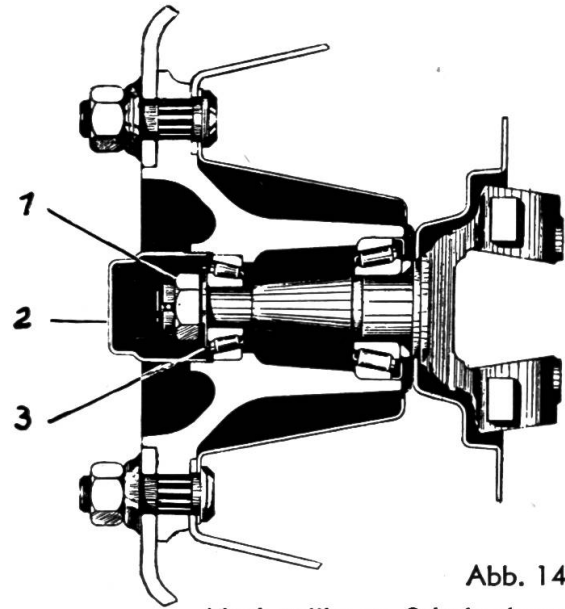

Abb. 14
Mutter (1) entsplintet und ganz angezogen, dann in der Regel (siehe zur Sicherheit noch die Betriebsvorschriften nach !) wieder ca. $\frac{1}{6}$ Umdrehung lösen, auf alle Fälle sollten die unteren Kugeln oder Walzen (3) mit einem kleinen Schraubenzieher hin- und herbewegt werden können, dann die Mutter wieder versplinten. Radnabendeckel (2) mit frischem Radlagerfett füllen und wieder montieren (Abb. 14).
(s. Ziff. 1 bei Abb. 14).